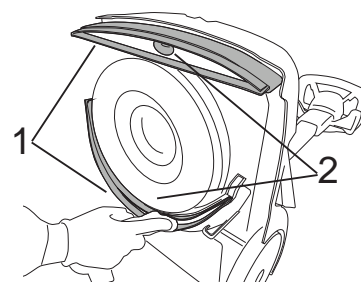

Fig.37
- Rengør bladene på begge svabere med en fugtig klud (Fig.37, Ref.1).
- Rengør indsugningsmanifolden på begge svabere (Fig.37-Ref.2).